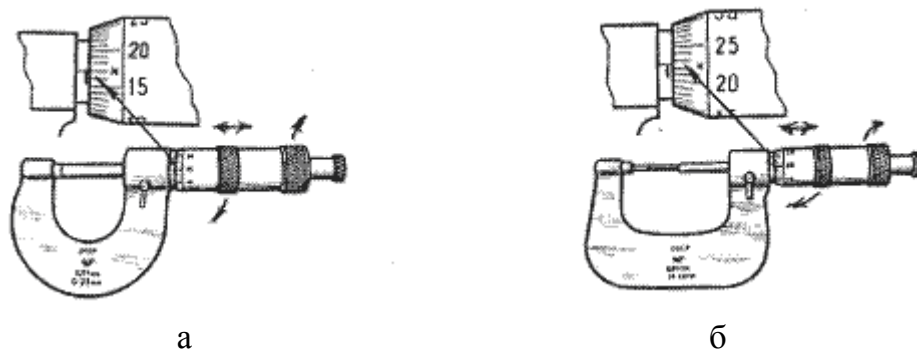

Рисунок 11- Случай несовпадения нуля
При невозможности установки нуля, допускается принять условный нуль отсчета, например на рис. 11а и б, показаны случаи несовпадения нуля на величины + 0,17 мм и + 0,22 (5), в этих случаях от значений показаний вычитаются значения этих методических погрешностей инструмента. В производственных условиях такое средство измерений подлежит ремонту и проверке.